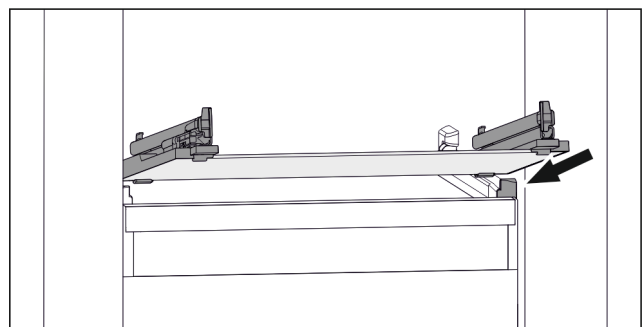

Fig. 89 Beispielhafte Darstellung der Glasplatte
- ▶ Glasplatte schräg hinter den Stopperrn aufsetzen. (zie Fig. 89)